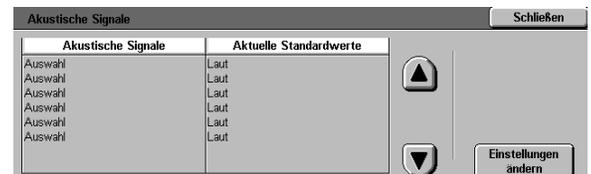

Abb. 39: Akustische Signale
**1** Im Bildschirm "Hilfsprogramme" **Akustische Signale** betätigen. Der Bildschirm "Akustische Signale" erscheint (s. Abb. 39).